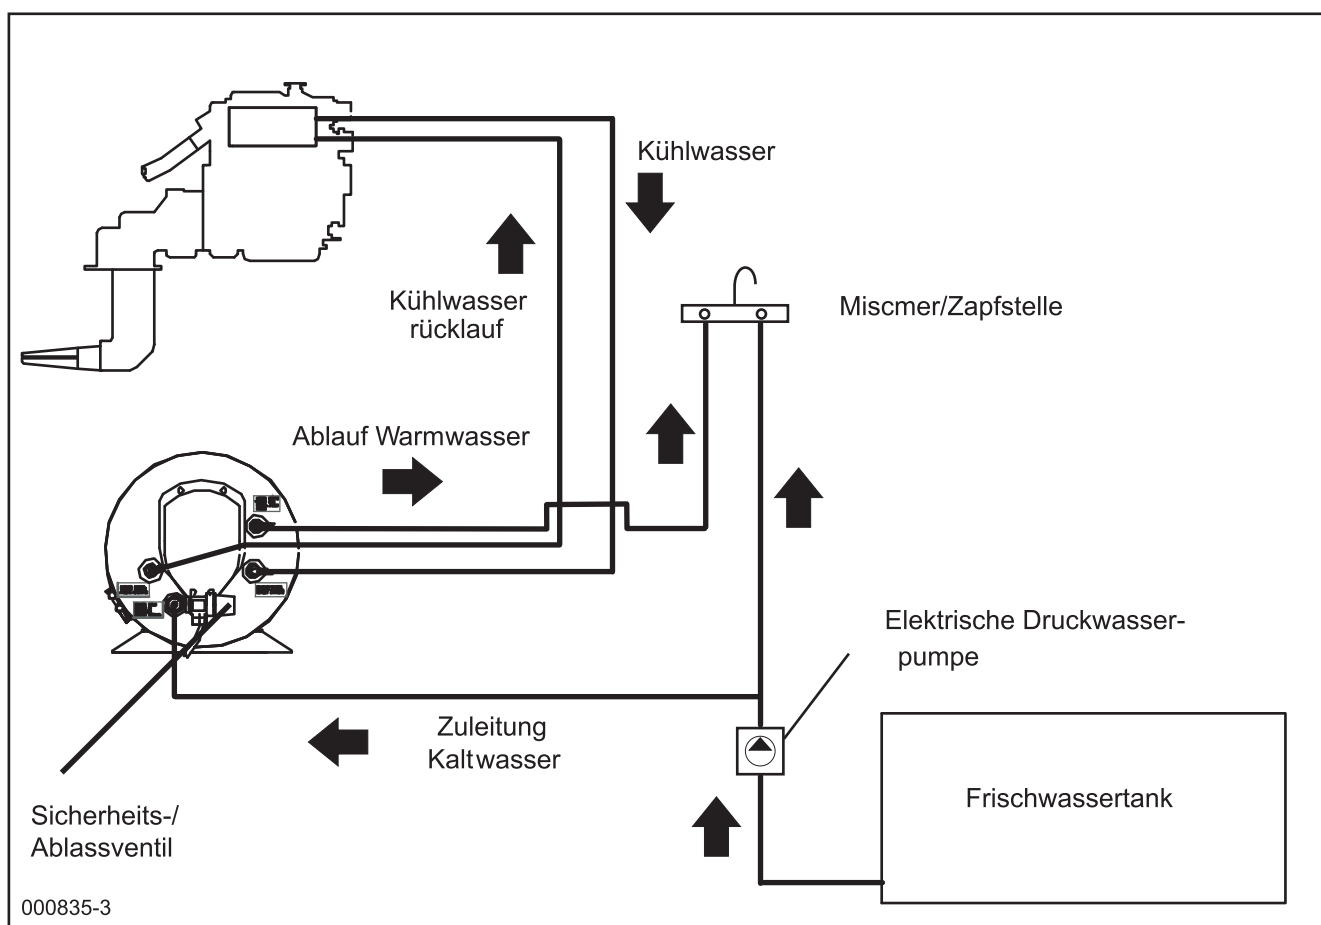

Abb. 1
Der Warmwasserbereiter kann überall im Boot platziert werden, solange er so montiert ist, dass der Motorwasser-Wärmetauscher nicht höher liegt als das Expansionsgefäß des Motors (Abb.1). Es ist von Vorteil, wenn die Schläuche zwischen Motor und Warmwasserbereiter so kurz wie möglich sind, um Wärmeverlust und Strömungswiderstand zu minimieren. Der Wärmetauscher des Warmwasserbereiters kann entweder parallel oder in Reihe zum Kühlwasserkreislauf des Motors angeschlossen werden.
4.3 Motoranschlüsse (siehe Anschlusschema, Abb. 1):
4.4 Frischwasseranschluss (siehe Anschlusschema, Abb. 1):